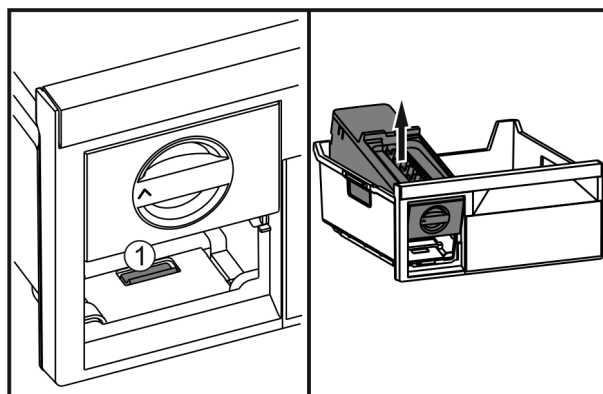

Fig. 36
- ▶ Stlačte sponu Fig. 36 (1), nadvihnite zariadenie EasyTwist-Ice zozadu a vyberte ho zo zásuvky na zmrazovanie.